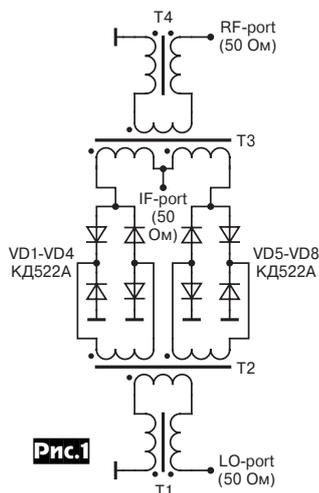
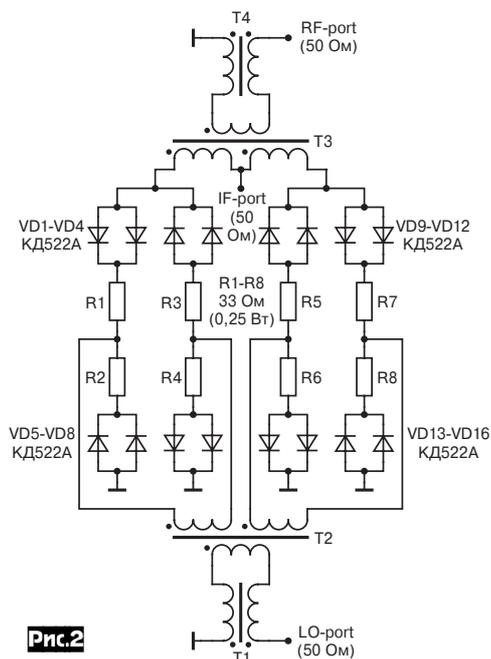

Рис.1
Рис.2
СМ динамических трансиверов (т.н. дуальный СМ). Схема прототипа исследуемого СМ представлена на рис. 1, а модифицированный дуальный СМ, исследование которого было выполнено автором - на рис. 2. В таблице приведены точные
2. Необходимо строго следить за фазировкой обмоток согласно рис.2.